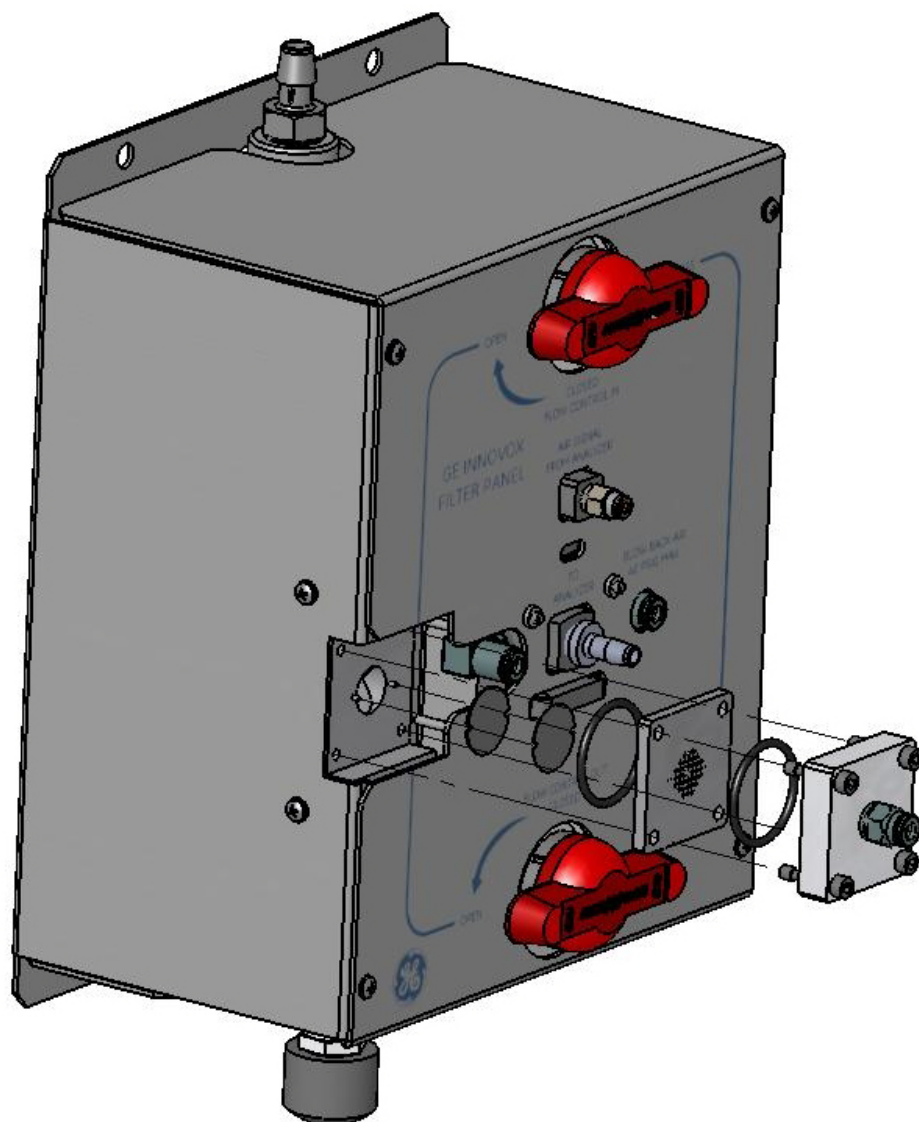

図 5: フィルターハウジングおよびスクリーン
5. フィルターハウジングにある 4 本の固定ネジを緩め、カバーと拡散板を取り外します (図 5 を参照)。
5. フィルターハウジングにある 4 本の固定ネジを緩め、カバーと拡散板を取り外します (40 ページの図 5 を参照)。